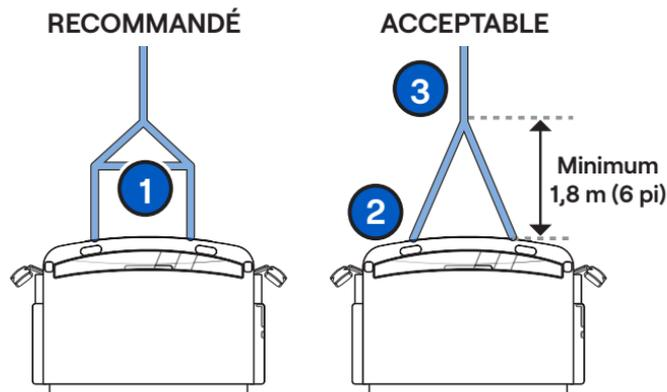

Figure 23 - Options de récupération
- Utilisez des chaînes doubles ou des câbles pour répartir la charge uniformément sur les deux attelages (voir l'une ou l'autre des options de récupération à la **Figure 23**).
- Utilisez une barre d'écartement ou une barre stabilisatrice pour répartir la charge entre les deux crochets (**Figure 23, n° 1**).
- S'il n'y a pas de barre d'écartement, suspendez la chaîne de traction principale ou le câble à au moins 1,8 m (6 pi) du véhicule (**Figure 23, nos 2 et 3**).